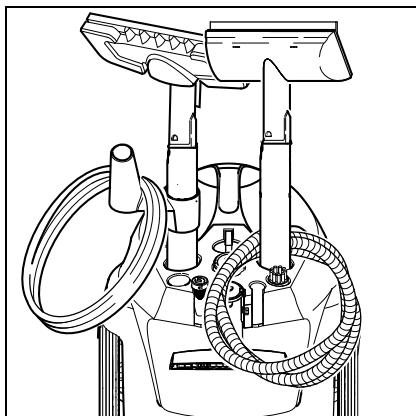

Abb. 3
- Verlängerungsrohre in die großen Zubehörberhalter stecken (siehe Abb. 3).